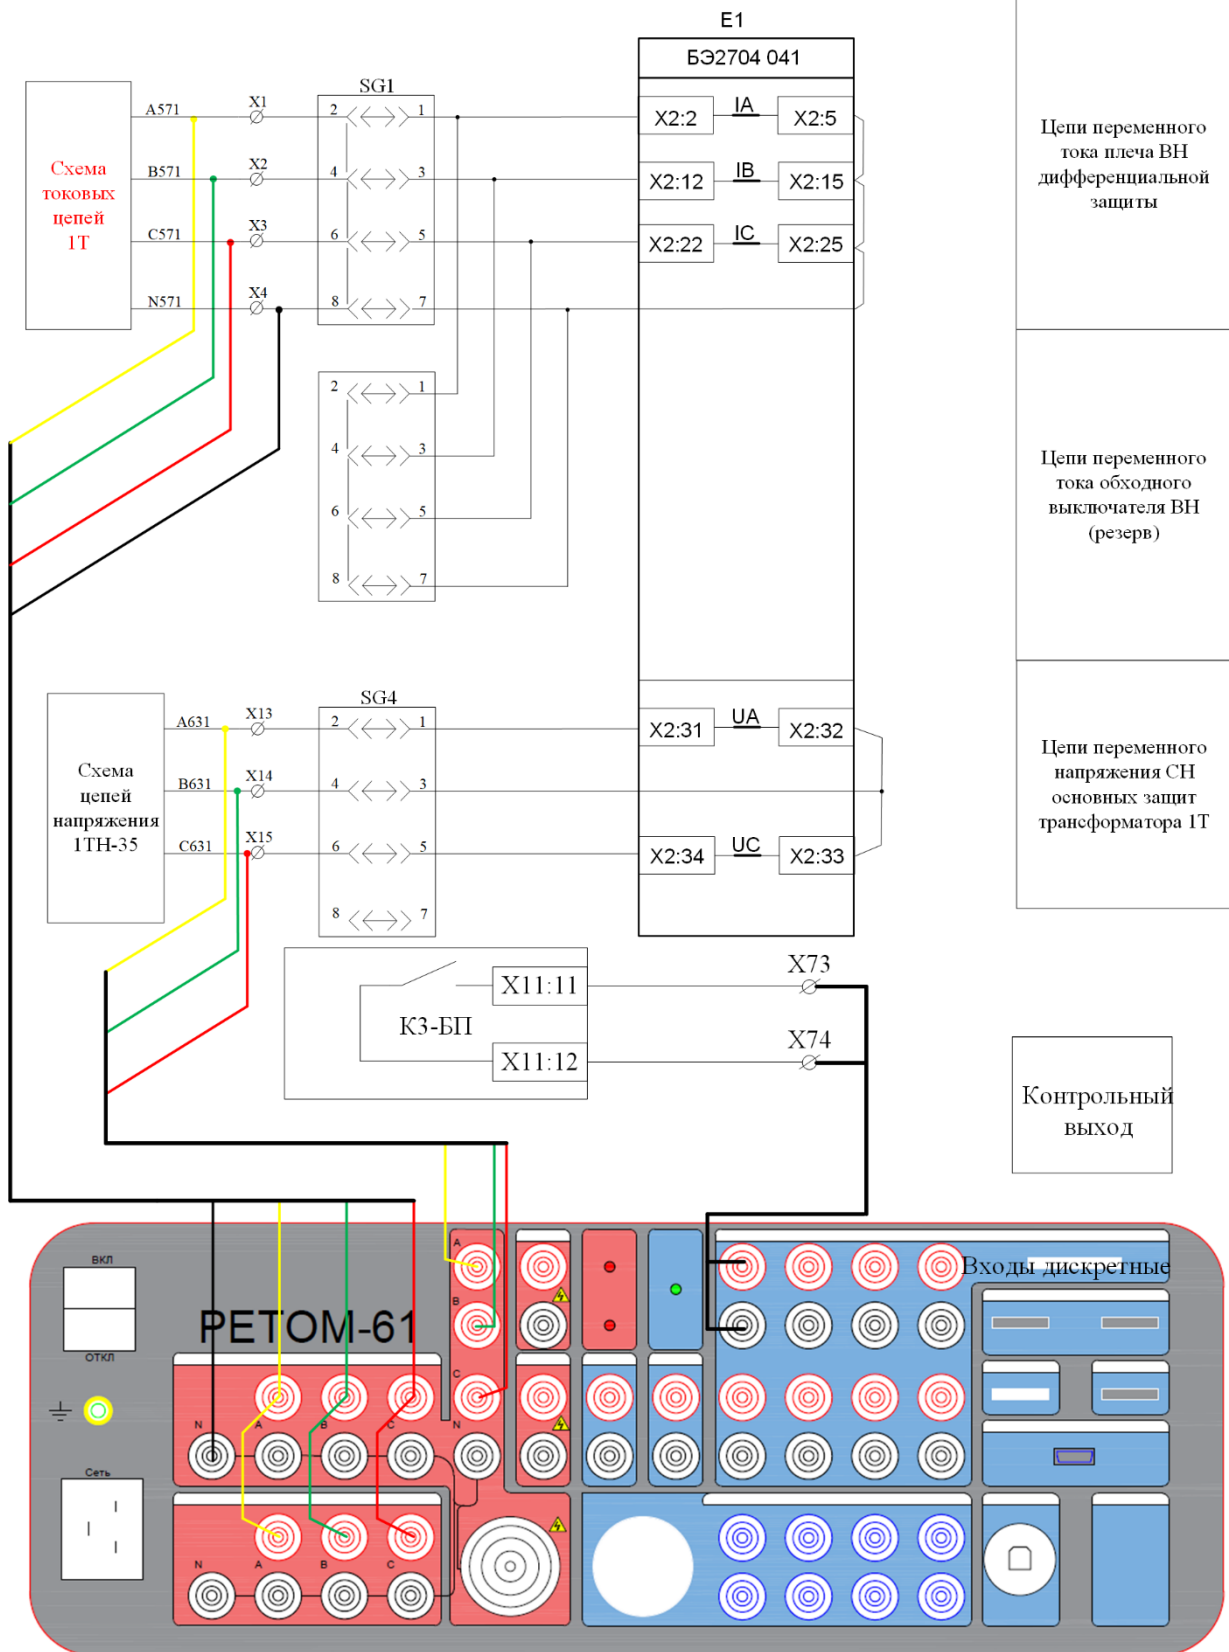

Рис. 43. Схема подключения токовых и дискретных цепей РЕТОМ-61 к блоку ЭКРА 041
- 2) Собрать схему подключения РЕТОМ-61 к «учебному стенду» (рис. 43).